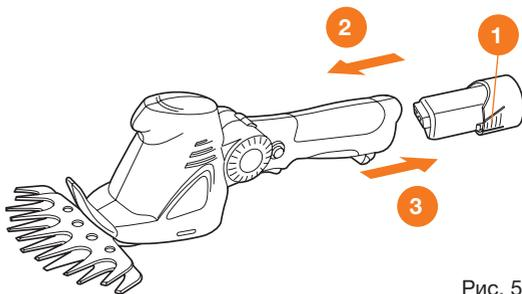

Рис. 5
1. Установите аккумуляторную батарею в разъем рукоятки инструмента по стрелке 2 до щелчка (Рис. 5).